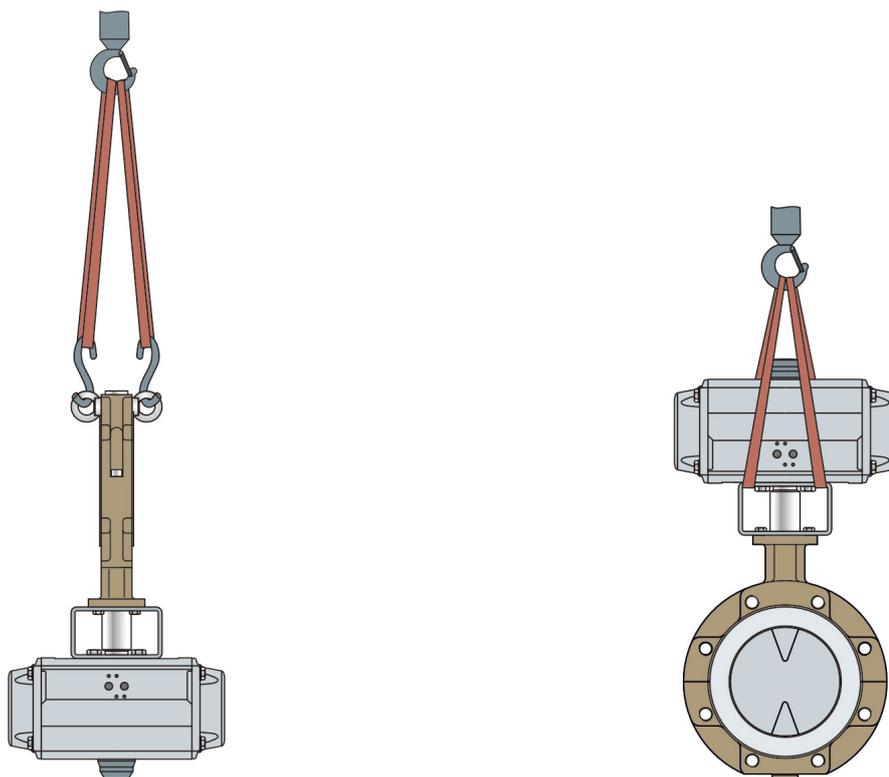

Fig. 4-1 : Points de levage de la vanne papillon BR 10e
- ⇒ Utiliser un crochet doté d'une fermeture sécurisée pour supporter l'ensemble, afin d'empêcher les dispositifs d'arrimage de glisser hors du crochet au cours du levage et du transport, cf. fig. 4-1.
- ⇒ Fixer une élingue sur le support (par ex. crochet) de la grue ou du chariot élévateur, voir Figure 4-1.
- ⇒ Fixer une élingue sur la console et sur le support (p. ex. crochet) de la grue ou du chariot élévateur, cf. Fig. 4-1. Ce faisant, tenir compte des consignes de sécurité, de la charge admissible et de la longueur des élingues.